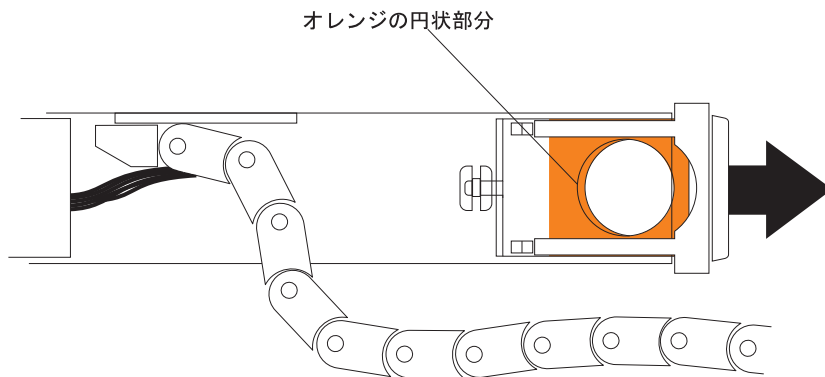

図 93. ドライブ・ドロワーに接続される水平取り付け金具
- b. ドライブ・ドロワーから右のケーブル・チェーンの取り付け金具を切り離します。 オレンジ色のハンドルをつかみ (図 93 を参照)、取り付け金具をドライブ・エンクロージャーから引き出します。